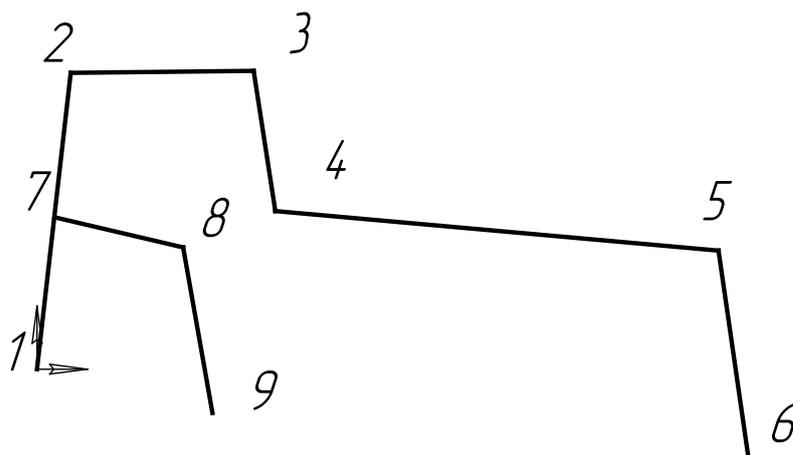

Рис. 5.6. Эскиз 1
5. Используя команду **Непрерывный ввод объектов**, на панели **Геометрия**, выполните построения отрезков, обозначенных точками 1-6 и 7-9 (рис. 5.6). Точка 1 должна быть установлена в точке начала координат, так как в позднее она будет использоваться в качестве базовой точки при вставке данного фрагмента в любой текущий чертеж. Местоположение точки 7, определите с помощью локальной привязки **Точка на кривой**, указав точку отрезка 1-2, для автоматического формирования связи.